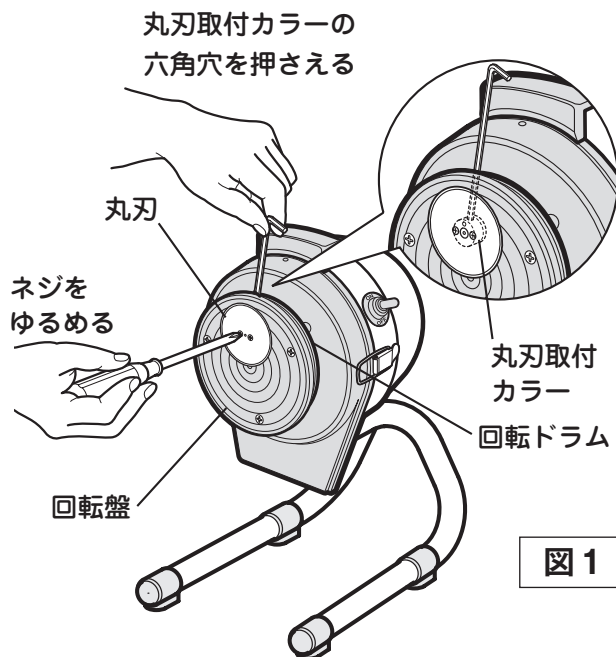

図1
- ② 丸刃が回らないように丸刃取付カラーの六角穴（イモネジ）に付属の六角レンチを差し込んで押さえてください。（図1）
- ③ 付属のドライバーで丸刃のネジ2本をゆるめてください（図1）